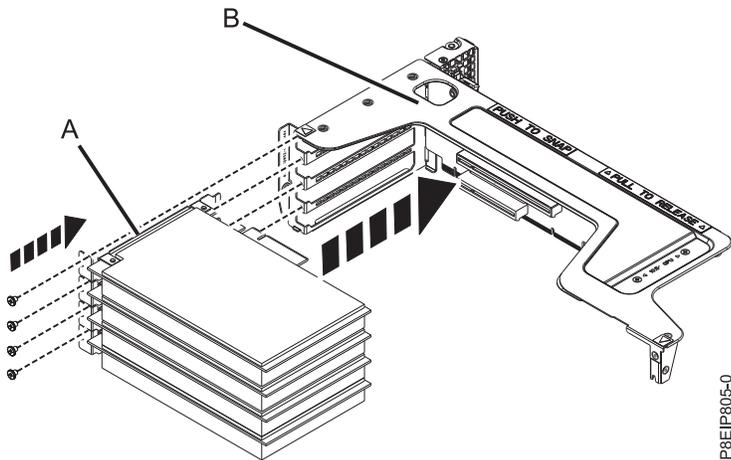

Abbildung 56. PCIe-Adapter in die Riserkarte einsetzen
- b. Setzen Sie den Adapter (**A**) in den entsprechenden Steckplatz in der Riserkarte für PCIe-Adapter (**B**) ein (siehe Abb. 56 auf Seite 48).